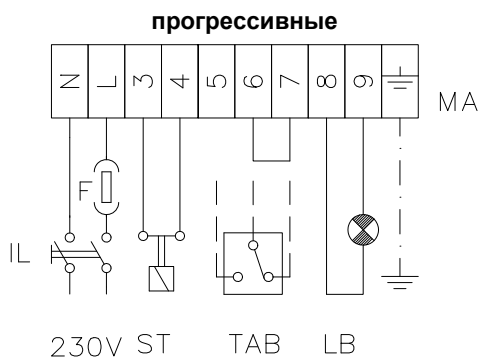
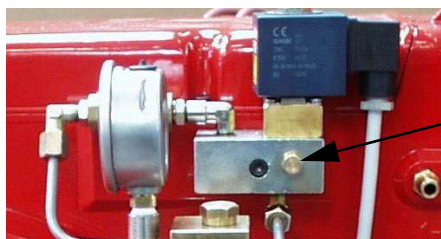

Рис. 10
Рис. 14 - Распределительный блок дизтоплива (PG60)
9 Давление питания форсунки уже отрегулировано заранее на заводе-изготовителе и не должно изменяться. Только в случае необходимости, отрегулировать давление питания (см. соответствующий параграф) следующим образом: установить манометр в положение, указанное на Рис. 14, воздействовать на регулировочный винт **VR** насоса (см. Рис. 13) до получения на форсунке давления в 20 бар (форсунки Vergonzo - см. график на Рис. 10);
- 16 Сместить **кулачок III** (малое пламя) в сторону минимальной мощности, с тем, чтобы сервопривод начал закрываться, до тех пор, пока два подшипника не совместятся с регулировочным винтом, относящимся к самой низкой точке: закручивать винт **V** для увеличения расхода, откручивать - для уменьшения, с целью получения значения давления, как на графике на Рис. 10, на основании требуемого расхода.